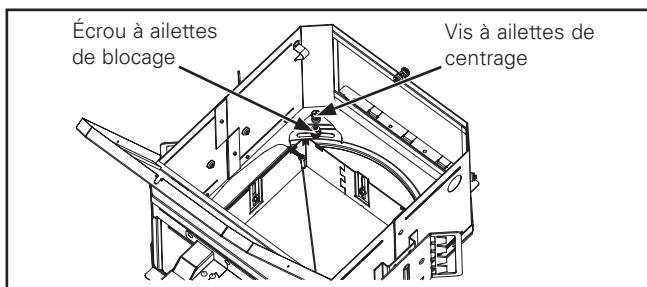
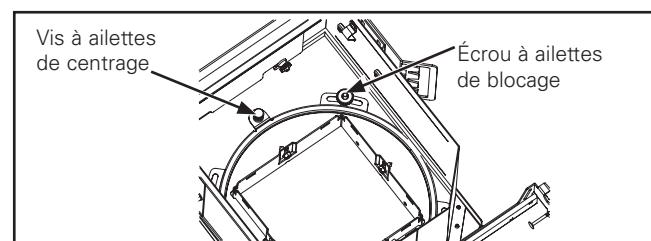

Figure 1.
Figure 2.
- Si un ajustement de l'alignement de rotation du collier est nécessaire, desserrez la vis à ailettes de centrage et l'écrou à ailettes de blocage du collier (Figure 1.). Pour utiliser le RA4X4 avec le boîtier P406TAT/P408ICAT, la vis à ailettes de centrage et l'écrou à ailettes de blocage doivent se trouver à deux endroits différents (Figure 2.). Tournez le collier afin de le mettre dans la position souhaitée, puis resserrez l'écrou à ailettes de blocage. Ne resserrez pas la vis de centrage du collier une fois que vous avez changé le disque de rotation de position.